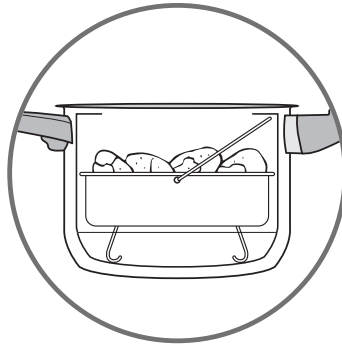

Fig 5
- Posez votre panier (J) sur le support (K) prévu à cet effet - Fig 5